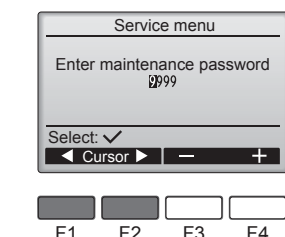

Fig. 6-2
① Velg "Service". fra hovedmenyen, og trykk på [✓]-knappen.
② Når Service-menyen er valgt, vil det vises et vindu som ber om passordet. (Fig. 6-2)